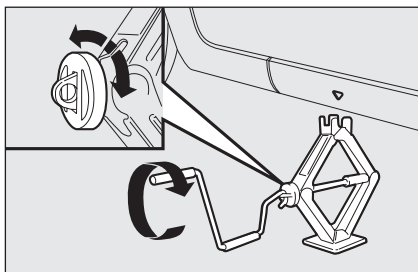
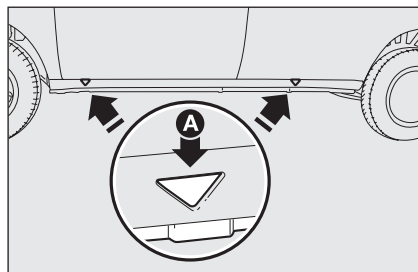

fig. 7
fig. 8
- actionner le cric, de façon à l'ouvrir partiellement **fig. 7**, puis le placer sous le véhicule en correspondance des références **A-fig. 8** près de la roue à remplacer;